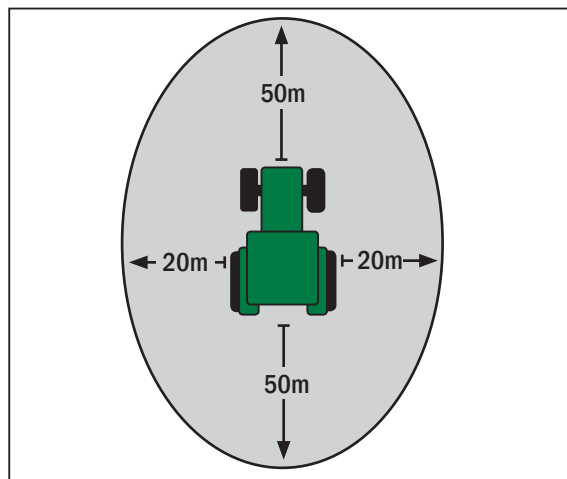

Abb. 2: Gefahrenbereich
Sollten Installations- oder Instandhaltungsarbeiten bei eingeschaltetem Fahrzeug oder PSR Lenksystem durchgeführt werden müssen, dürfen nur autorisierte Personen, nach einer genauen Absprache mit dem Bediener, den Gefahrenbereich (siehe Abb. 2) betreten. Diese Personen müssen vor dem Betreten des Gefahrenbereichs genau über die möglicherweise auftretenden Gefahren informiert werden. Alle Tätigkeiten zwischen dem Bediener und diesen Personen sind vor Beginn dieser Tätigkeiten genau abzusprechen.
- Sobald das PSR Lenksystem aktiviert ist, darf sich niemand im Gefahrenbereich (siehe Abb. 2) aufhalten. Berücksichtigen Sie bei der Verwendung eines Anbaugerätes die Sicherheitsabstände gemäß der Anleitung des Anbaugerätes.